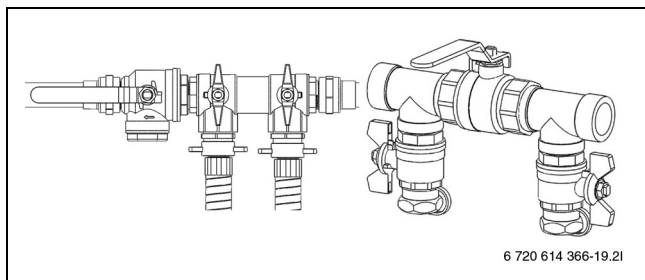

Bild 24 Befülleinrichtungen in Befüllposition
- Ventile der Befülleinrichtung auf die Befüllposition stellen (→ Bild 24).